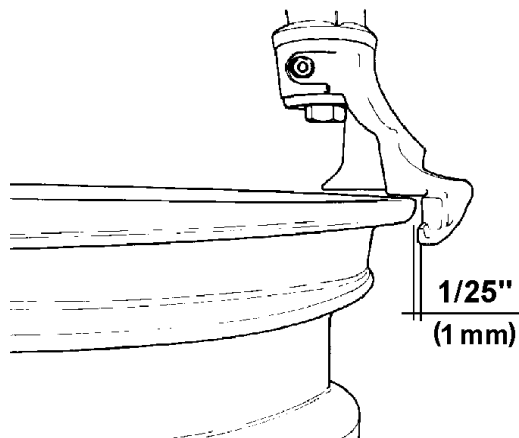

Fig.14
E. Coloque suavemente el cabezal de montaje y desmontaje en contacto con el borde de la llanta, empuje manualmente la palanca de bloqueo hacia arriba y bloquéela en su lugar. De manera automática la herramienta se mueve verticalmente hacia arriba y se aleja del borde de la llanta. Gire el pomo de ajuste del brazo oscilante hasta que el cabezal de montaje y desmontaje se haya alejado horizontalmente del borde de la llanta aproximadamente 1mm (1/25") (Fig. 14); esto es necesario para evitar contactos de la llanta durante el proceso de cambio.